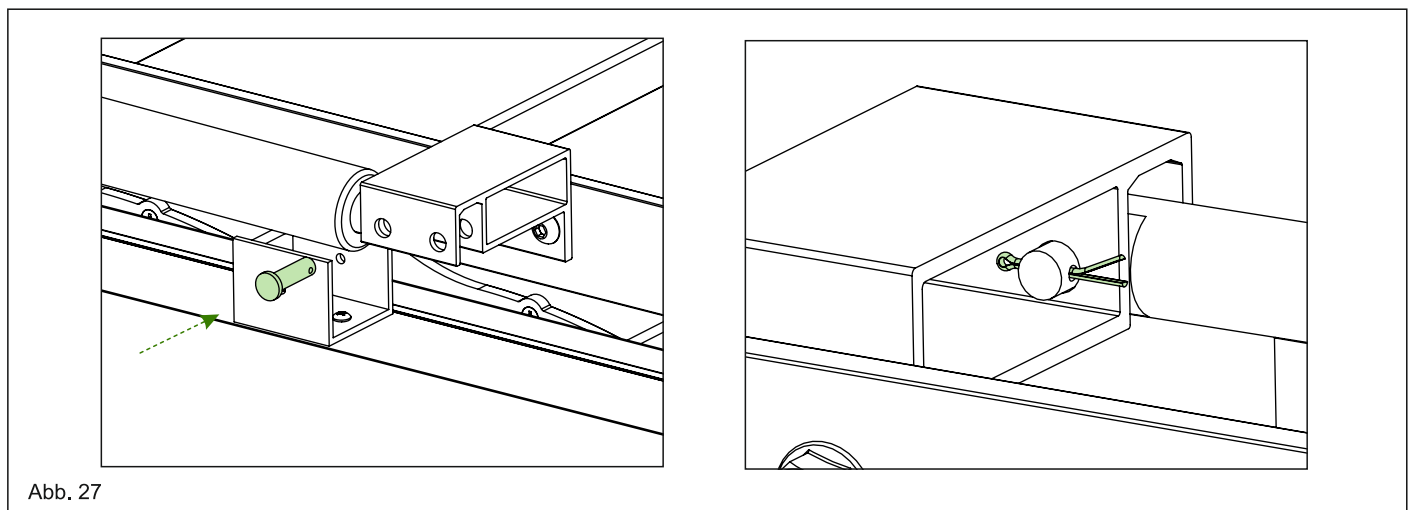

Abb. 27
12.1. Führen Sie den Zylinderstift durch die an den Motor angrenzende Öffnung im Motorhalterungsarm durch und befestigen Sie diesen mit einem Splintbolzen. Siehe Abb. 27.